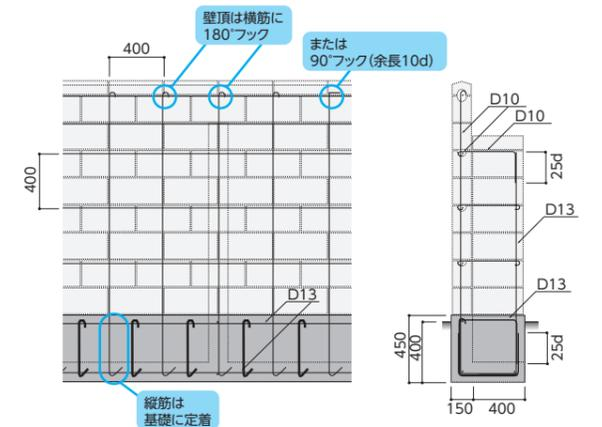

図3-2-9 ブロック塀の配筋例
- ブロック塀の配筋例を(図3-2-9)に示します。縦筋は基礎に定着し、壁頂は横筋に180°フックするか、または90°フック(余長10d)としてください。